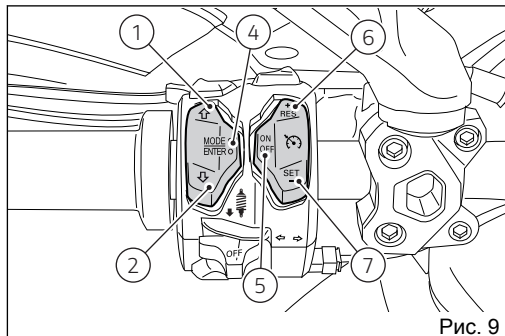

Рис. 9
6) КНОПКА КРУИЗ-КОНТРОЛЯ – RES (Resume) / + (more) (Рис. 9)
7) КНОПКА КРУИЗ-КОНТРОЛЯ – SET (Setup) / - (less) (Рис. 9)